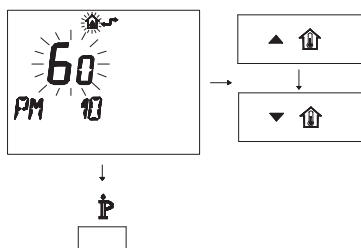

Figura 5.67
- Per modificare il SET programmato agire sui pulsanti o e aspettare che il numero programmato cominci a lampeggiare (Figura 5.67).